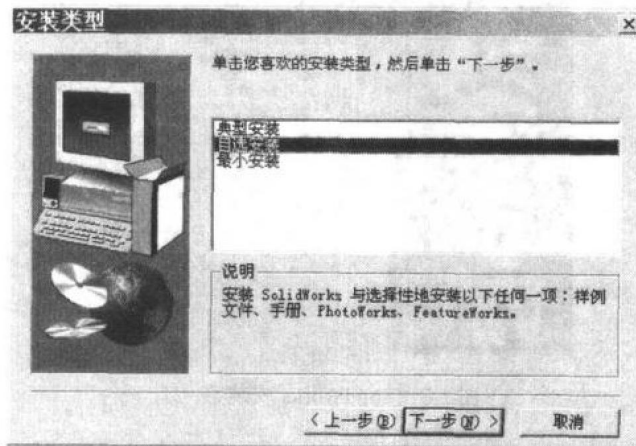

图 1-6 SolidWorks 安装第四步
(4) 粗选安装项目，一般选“自选安装”，如图 1-6 所示。